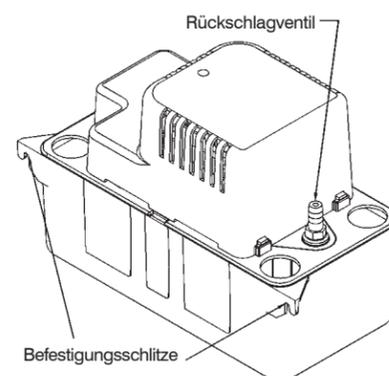

Abb. 2
- Pumpenmontage: Der Tank ist mit zwei Schlitzen versehen, mit deren Hilfe das Gerät montiert wird. Diese Schlitze befinden sich an den äußeren Enden der Tankrückseite (siehe Abb. 2). Das Gerät sollte entweder an der Seite des Brennwertgerätes oder an einer nahen Wand montiert werden. Die Pumpe muß sich in ebener Lage befinden, und der Einlaß muß unterhalb des Ablaufniveaus liegen. Leitungsmaterialien aus Metall sind mit dem Plastik-Pumpengehäuse nicht kompatibel.